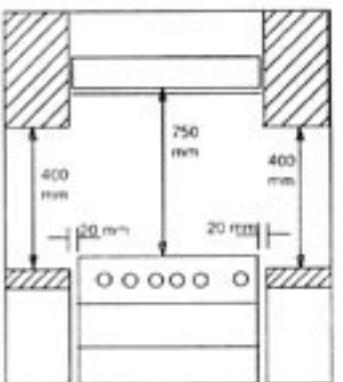

fig. 2
- La distance entre l'appareil et les murs ou les meubles adjacents doit être comme suit: La distance en hauteur séparant la cuisinière de la hotte ou de tout autre meuble doit être supérieure ou égale à 750 mm. Voir: fig. 2.